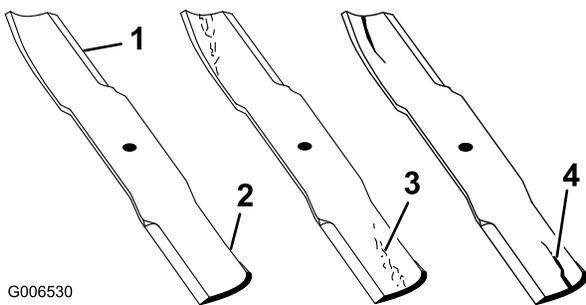

Figura 92
1. Controllate i taglienti (Figura 92). Se i taglienti non sono affilati o mostrano delle tacche, togliete le lame e affilatele. Vedere Affilatura delle lame (pagina 64).
2. Controllate le lame, in particolare l'area curva (Figura 92). In caso di danni, usura o scanalature nell'area (Figura 92), montate immediatamente una nuova lama.